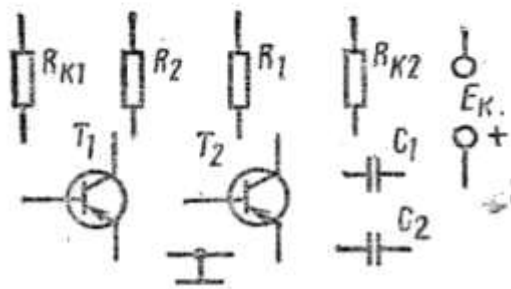

Рис. 112
**Задача 2 (варианты 31—40).** Составить схему симметричного полупроводникового мульти-вibrатора из элементов, указанных на рис. 112. Объяснить назначение элементов схемы и ответить на вопрос своего варианта из табл. 66.